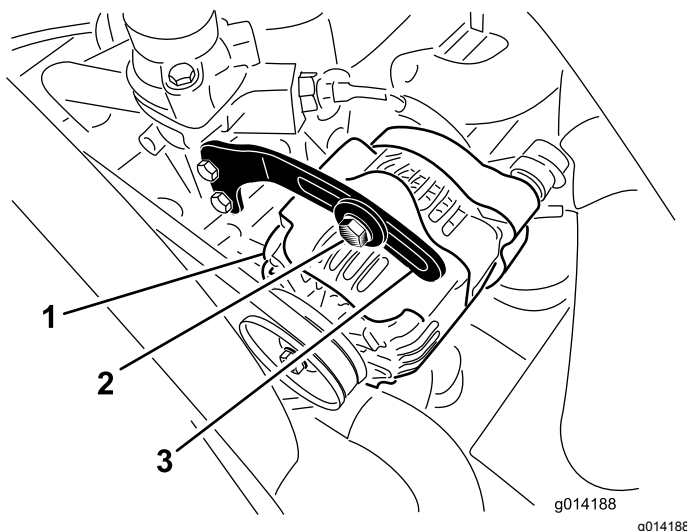

Рисунок 45
2. Проверьте натяжение ремня генератора, надавив на него (**Рисунок 45**) посередине между шкивами генератора и коленчатого вала с усилием 10 кг.
3. Ослабьте болт крепления скобы к генератору (**Рисунок 45**) и шарнирный болт генератора.